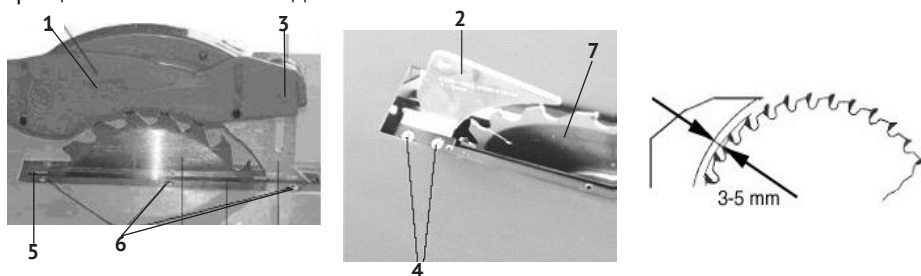

рис. 2
- открутить 6 винтов крепления (рис.2 поз.6) вставки стола (рис.2 поз.5);
- закрепить винтами (рис.2 поз.4) на кронштейне расклинивающий нож (рис.2 поз.2) так, чтобы он находился в одной плоскости с пильным диском (рис.2 поз.7) и на расстоянии 3 -5 мм, как показано на рис.2;
- совместив крепёжные отверстия кожуха (рис.2 поз.1) и расклинивающего ножа (рис.2 поз.2), соединить их винтом (рис.2 поз.3) и закрепить гайкой. Крепление не должно быть жёстким. Кожух должен иметь возможность вращения вокруг оси крепления, чтобы фиксироваться в выбранном положении относительно диска, в зависимости от толщины заготовки.